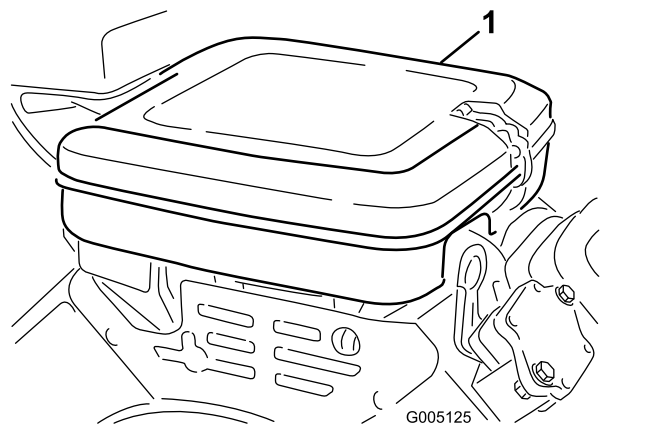

Bild 36
1. Reinigen Sie die Abdeckung gründlich (**Bild 36**).